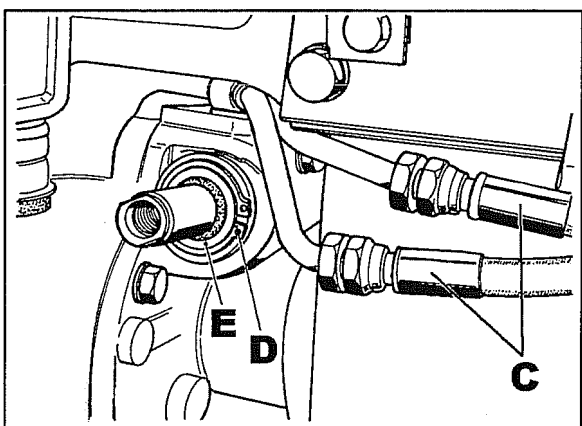

Fig. 70
2. Disporre un contenitore per la raccolta dell'olio, quindi scollegare i tubi **C** fig. 70.
3. Togliere l'anello elastico seeger **D** fig. 70.